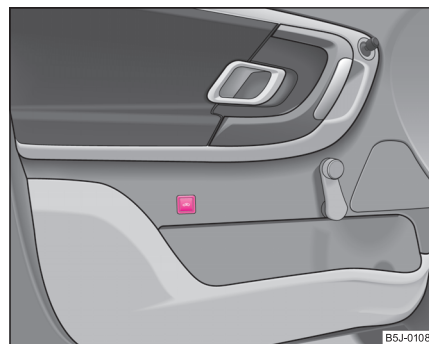

Fig. 28 Tasta instalației de supraveghere interioară
- Apăsați tasta  din ușa conducătorului ⇒ pagina 48, fig. 28.